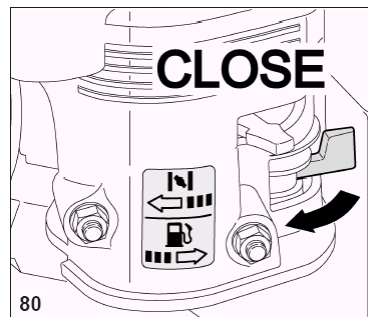

Рис. 24.
3. Перевести рычаг подачи топлива в положение "CLOSE" (против часовой стрелки) (рис. 24).